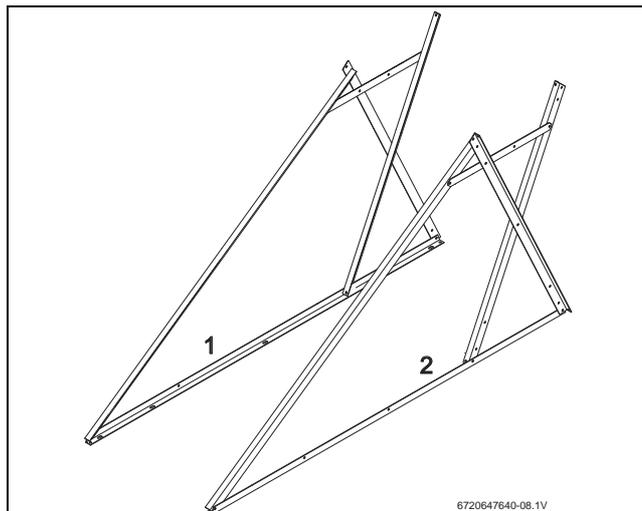

Fig. 13 Montar o 2º triângulo lateral
- ▶ Montar o 2º triângulo lateral (Fig. 13, [2]) inversamente ao primeiro [1].